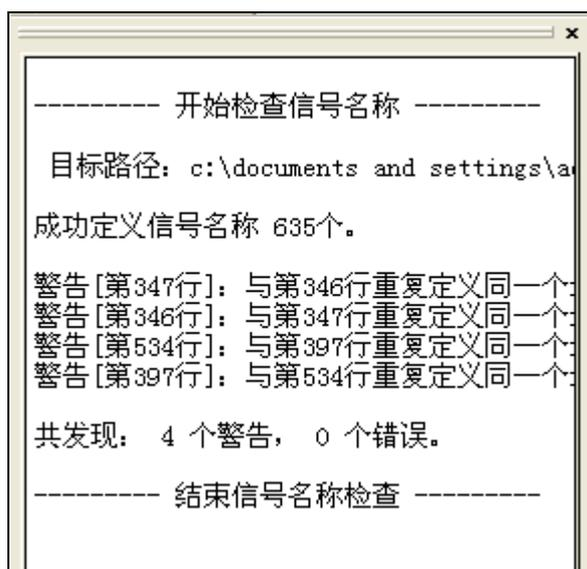

图 4.43 信号名称检查提示信息示例
2、单击“调试”菜单的“信号名称检查”菜单项，系统会对当前梯图的信号名称列表进行检查，并将检查结果以提示信息的方式输出在工作区窗口的信息栏中，如图 4.43 所示。